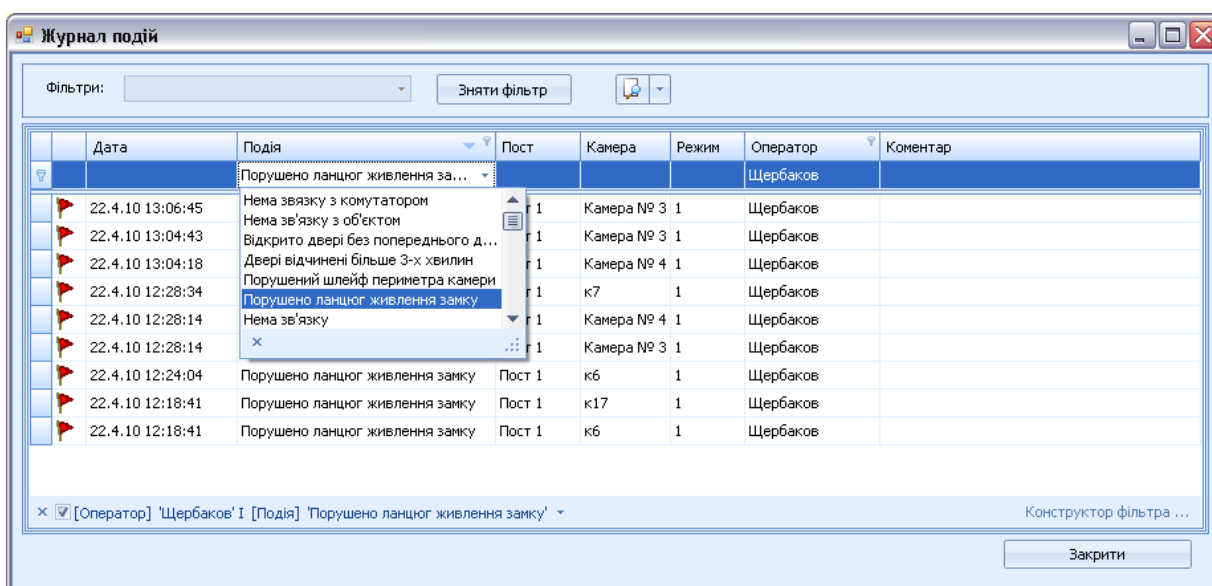

Рисунок 30: Фільтрація журналу подій по полям «Оператор» і «Событие»
7.16.3. Имеется возможность фильтрации журнала по вхождению указанной подстроки в одном или нескольких полях (рис. 30). Кроме того, система обеспечивает возможность просмотра базы данных с выборкой по заданному диапазону дат и времени.